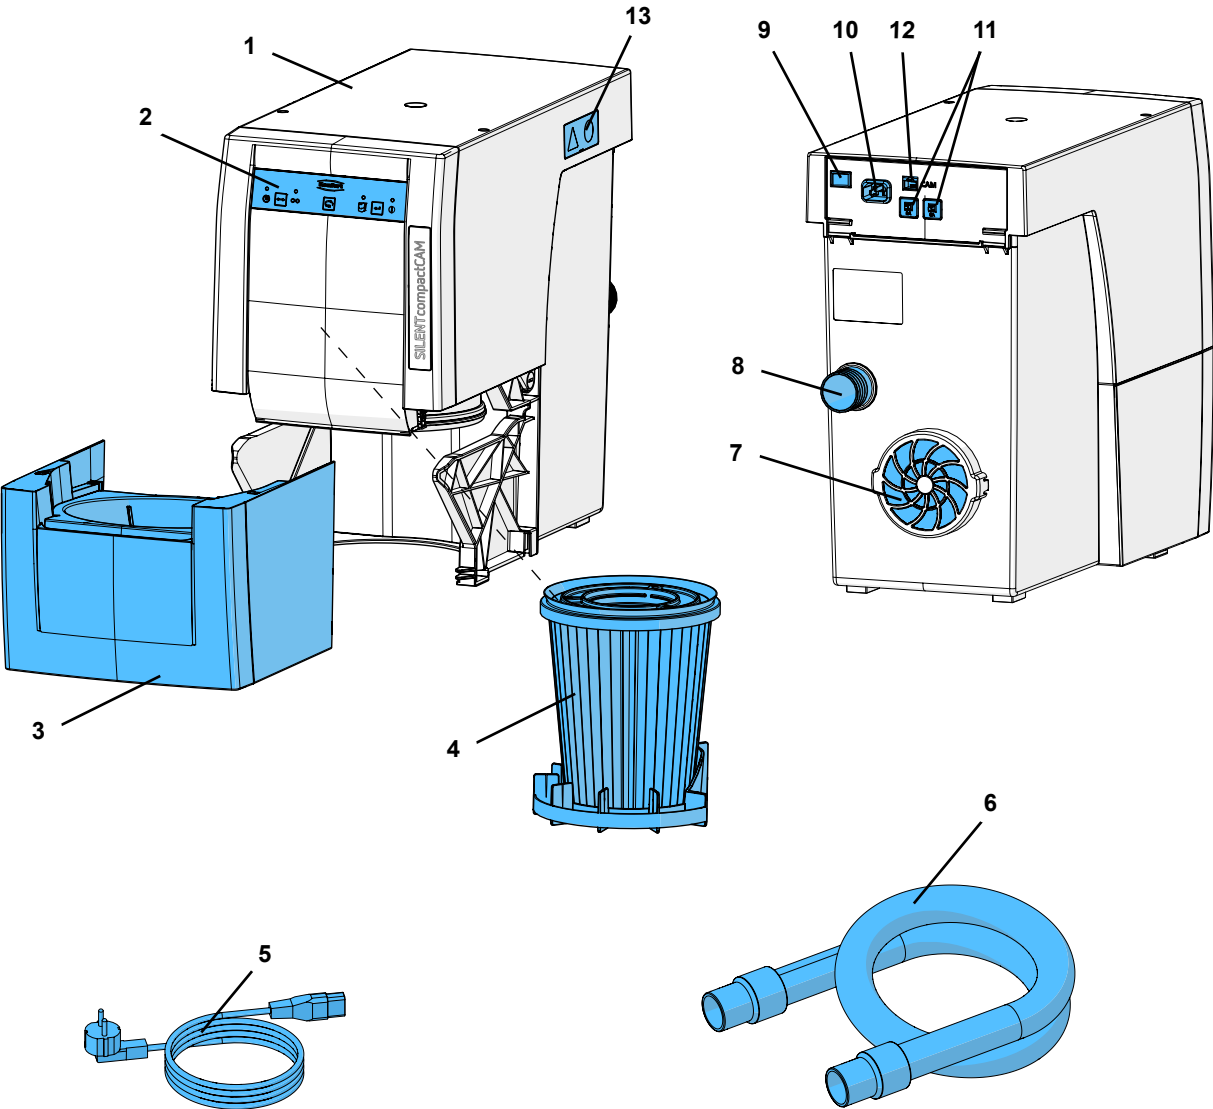

图 1
- 排气孔不能被堵塞 (7, 图 1)。
- 柜子背面的开口至少要有250 x 120毫米大，正对着排气口（7，图1）。
- ⇒ 将电源线（5, 图1）与电源（10）连接。
- ⇒ 将吸尘管（6, 图 1）连接在吸尘端口（8）上。